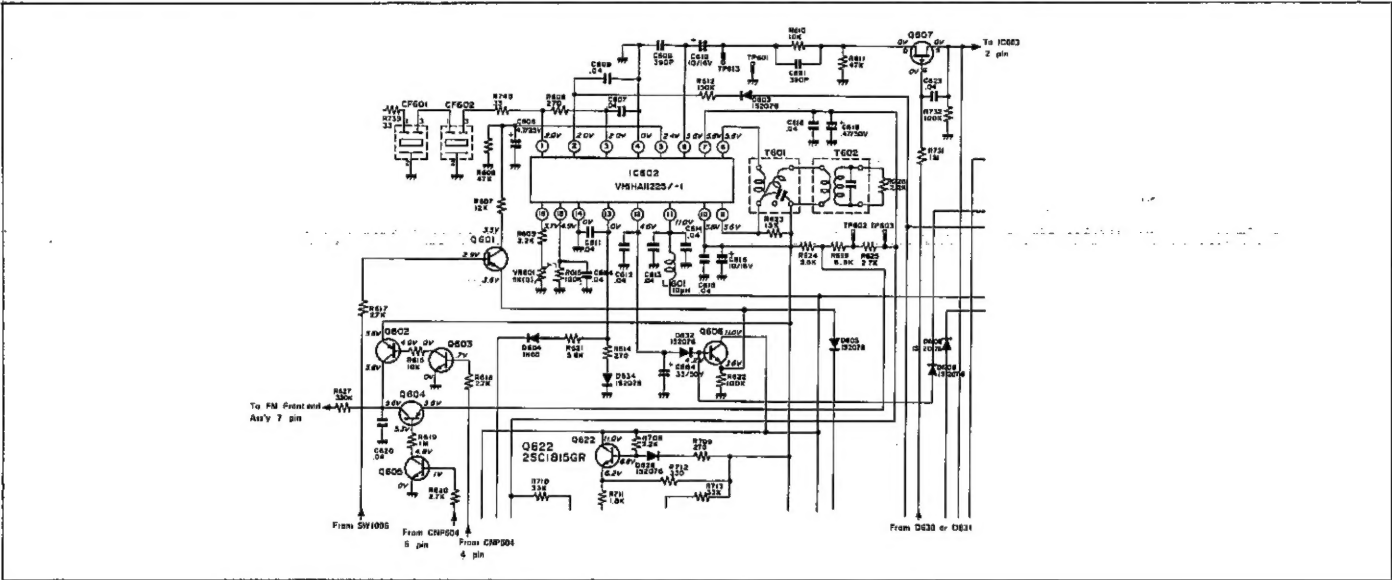

Abbildung 8-2
• **Transistor Q601** (Siehe Abbildung 8-2.) Bei Einstellung des UKW-Stummabstimmungsschalters SW1006 auf "on" (Ein) wird eine positive Spannung (für Vorspannung) der Basis des Transistors Q601 zugeleitet, so daß die UKW-ZF-Stummabstimmungsschaltung (im IC602) in Funktion tritt.
• **Transistoren Q602 bis Q605** (Siehe Abbildung 8-2.) Bei Einstellung des Scharfabstimmautomatikschalters SW1005 auf "on" (Ein) wird das Scharfabstimmautomatiksignal erzeugt und über den Stift ⑤ des CNS1003, den Stift ⑤ des CNP1003 sowie über IC1004 und IC1002 den Stiften ④ und ⑤ des CNS604 zugeleitet; diese Stifte ④ und ⑤ stellen jeweils das AFC-Signal und AFC-Signal dar. Dieses Signal wird dann über CNP604 der Basis des Q603 oder Q605 zugeleitet, wobei es unter Vorspannung gesetzt wird. Mit anderen Worten wird beim Einschalten des Abstimmautomatikschalters das Potential am Stift ⑤ (automatische Scharfabstimmung) des CNP604 hochpegelig, um Q605 und dadurch Q604 einzuschalten. Gleichzeitig wird das Potential am Stift ④ niederpegelig, um Q603 und dadurch Q602 auszuschalten. Dementsprechend bleibt Q604 eingeschaltet, ein demodu-